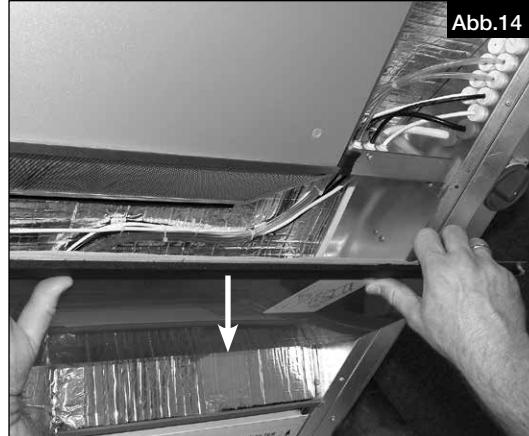

Abb.14
3. Kondensatwanne nach unten klappen (Abb.14) **⚠ Wanne kann Kondenswasser enthalten!**